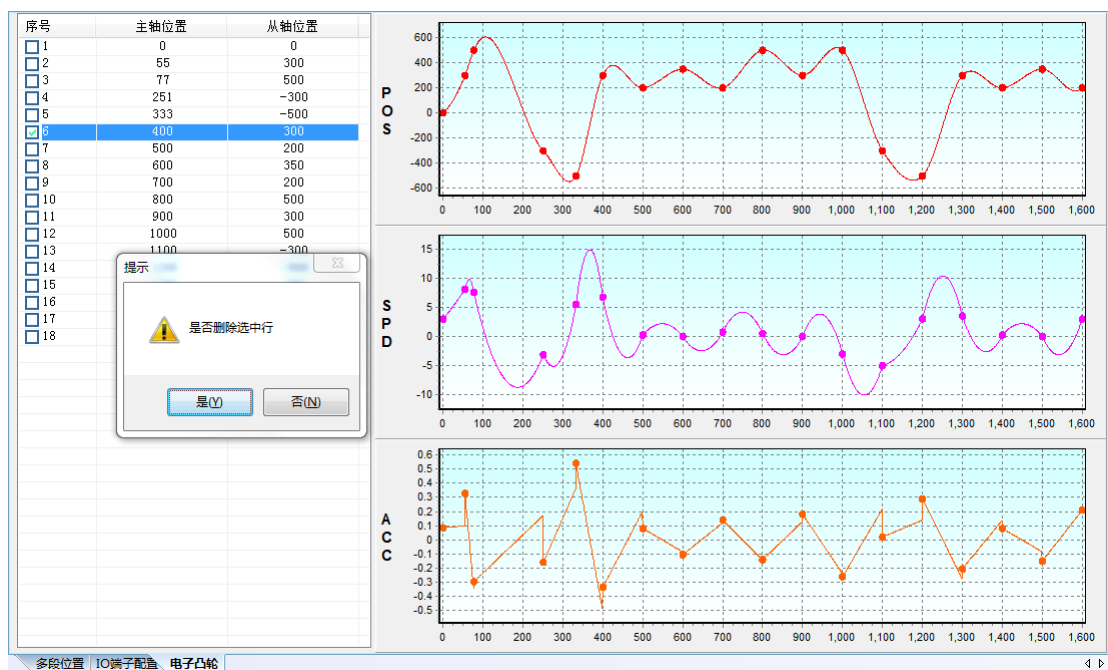

图 2-3-15 电子凸轮删除多行图
(2) 删除序号选中行：点击序号框选中需要删除的行，点击【鼠标右键】选择【删除序号选中行】，点击【是】完成选中行的删除。(如图 2-3-15)